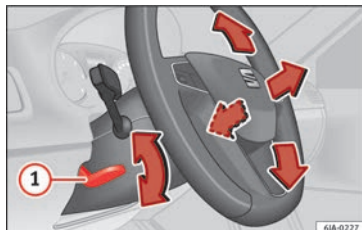

Abb. 14 Hebel auf der linken unteren Seite der Lenksäule.
Lenkradposition einstellen: Ziehen Sie den Hebel » » **Abb. 14** ① nach unten, bringen Sie das Lenkrad in die gewünschte Position und